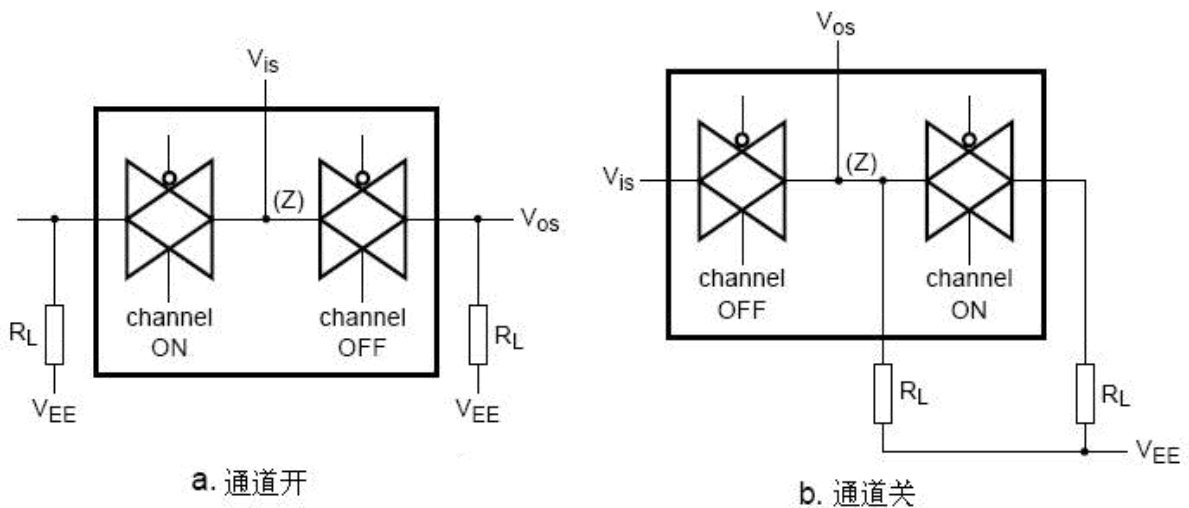

图 9、通道间串扰测试图
- $R_L = 1\text{ k}\Omega$; $20\log V_{os}/V_{is} = -50\text{ dB}$, 见图 9